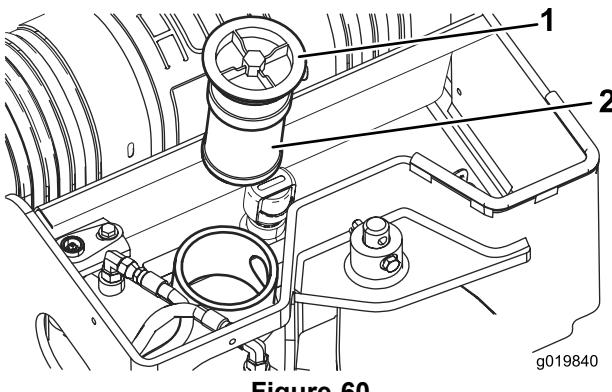

Figure 60
5. Déposez le filtre à huile et mettez-le au rebut (Figure 60).
6. Mettez en place le filtre hydraulique de recharge et le bouchon de remplissage (Figure 60), et serrez le boulon sur le dessus à un couple de 21 à 25 N·m.
6. Enlevez le bouchon de remplissage du réservoir hydraulique ainsi que le filtre (Figure 60).
11. Mettez en place le filtre hydraulique et le bouchon de remplissage (Figure 60), et serrez le boulon sur le dessus à un couple de 21 à 25 N·m.